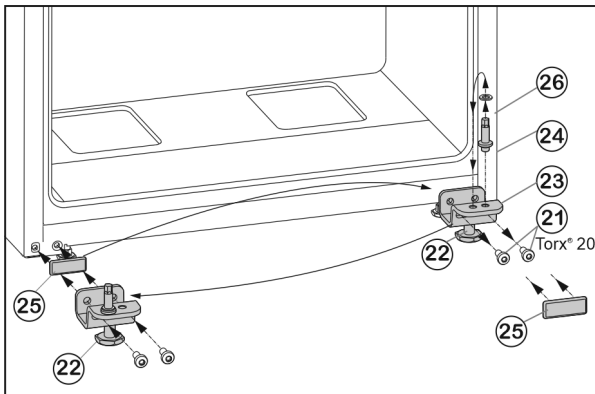

Fig. 7
- ▶ Befestigungsschrauben Fig. 7 (21) abschrauben.
- ▶ Lagerbock unten Fig. 7 (23) komplett mit Lagerbolzen Fig. 7 (24), Scheibe Fig. 7 (26) und Stellfuß Fig. 7 (22), abnehmen.
- ▶ Lagerbolzen Fig. 7 (24) komplett mit Scheibe Fig. 7 (26) abschrauben, in das gegenüberliegende Aufnahme Loch des Lagerbocks umsetzen und wieder festschrauben.
- ▶ Abdeckplatte Fig. 7 (25) vorsichtig abnehmen und auf die Gegenseite umsetzen.
- ▶ Lagerbock unten Fig. 7 (23) komplett, mit Lagerbolzen Fig. 7 (24), Scheibe Fig. 7 (26) und Stellfuß Fig. 7 (22) auf der neuen Scharnierseite ggf. mit Hilfe eines Akkuschräubers **fest (mit 4 Nm)** wieder anschrauben.
- ▶ Tür von oben auf Lagerbolzen Fig. 7 (24) aufsetzen.
- ▶ Stellfuß Fig. 7 (22) am Lagerbock unten Fig. 7 (23) herausdrehen, bis er auf dem Boden aufliegt.